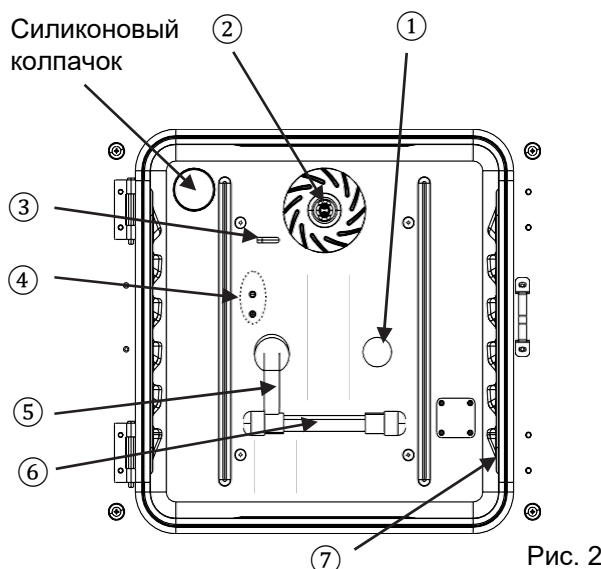

Рис. 2
Не используйте кислотные, щелочные или хлорные растворители или дезинфицирующие средства. Использование этих растворов может вызвать обесцвечивание, коррозию или ржавчину. Следите за тем, чтобы растворы, такие как спирт для дезинфекции, не контактировали с ① датчиком CO₂, ② подшипником вала двигателя вентилятора, ③ отверстием для впрыска газа CO₂, ④ датчиком температуры и ⑦ внутренним отверстием для доступа проб воздуха. Кроме того, не очищайте ⑤ штангу регулировки влажности и ультрафиолетовую лампу с помощью чистящих растворителей. Использование этих решений может привести к повреждению (Рис. 2).